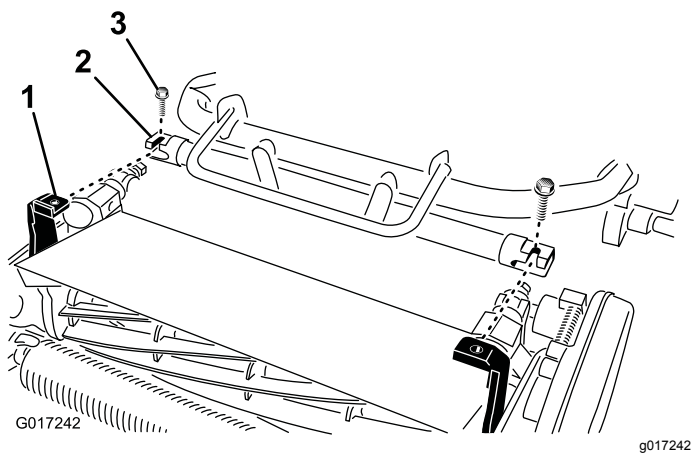

Bild 8
4. Bewegen Sie den Zugmaschinenrahmen (Bild 8) nach vorne, bis er in die Gelenkarme der Schneideinheit greift.
5. Befestigen Sie den Zugmaschinenrahmen mit zwei Schrauben ($\frac{3}{8}$ " x $\frac{3}{4}$ ") an den Gelenkarmen der Schneideinheit (Bild 8).